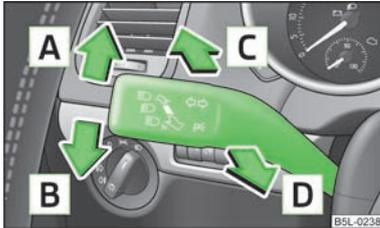

Abb. 29
- Den Hebel nach oben **A** » Abb. 29 bzw. nach unten **B** drücken.